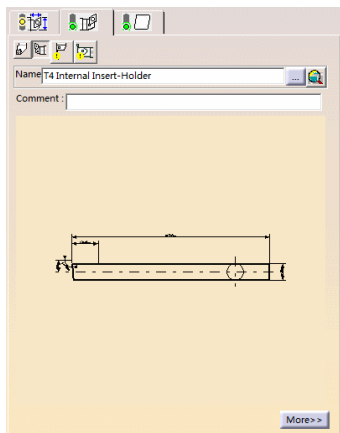

图 6-113 刀柄选项卡 (5)
- 单击刀具参数选项卡中的, 切换到刀柄选项卡 (5), 设置刀具刀柄的参数, 如图 6-113 所示。